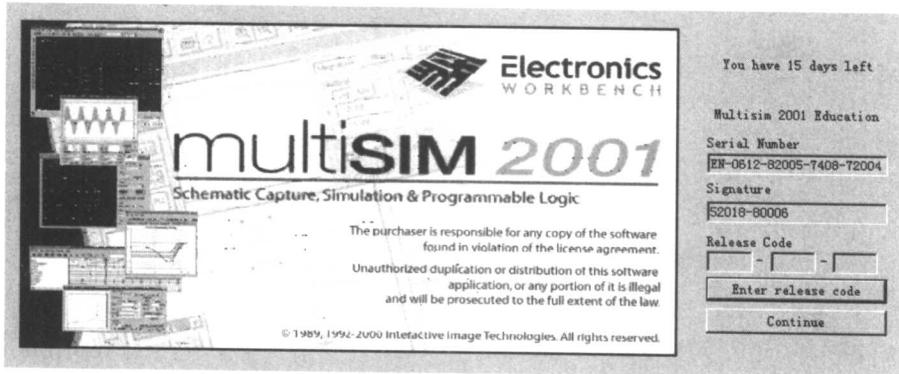

图 1-12 Multisim 2001 的启动画面
(1) 回到 Windows 桌面, 点击开始→程序命令下 Multisim 2001 中的 Multisim 2001 项, 出现 Multisim 2001 的启动画面, 如图 1-12 所示。